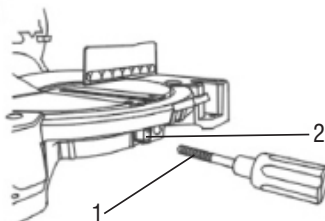

Fig. 2 - Montagem da trava na mesa
- Rosqueie a trava da mesa através do furo 2, conforme mostra a Fig. 2.